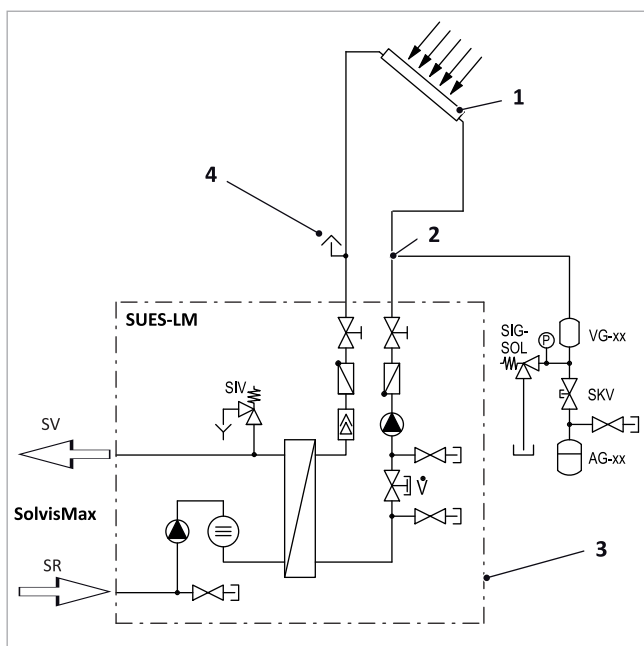

Fig. 7 : schéma hydraulique de l'intégration du désaérateur
La position correcte du désaérateur (4) est dans l'aller solaire, avant l'entrée dans la station solaire, voir ➔ Fig. 7.